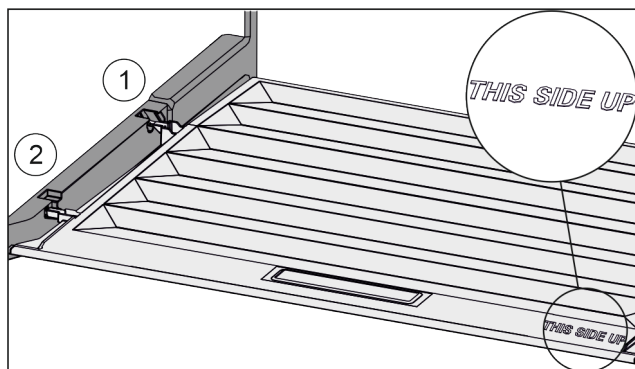

Fig. 117
- ▶ Juhtige kaane vahetoed tagumise hoidiku Fig. 117 (1) ava kaudu sisse ja fikseerige ees hoidikusse Fig. 117 (2).